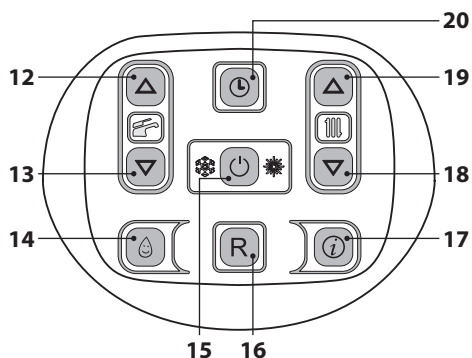

Figura 2.7
- Tenere premuto per 2 secondi il tasto 15 fino a far apparire sul display il simbolo ; Figura 2.7.
La temperatura dell'acqua calda di mandata riscaldamento è regolabile agendo sui tasti 18 (diminuzione) e 19 (aumento) (Figura 2.7) da un minimo di circa 25°C ad un massimo di circa 85°C. Alla prima pressione di uno dei due tasti si ha la visualizzazione del valore di "set", alla seconda
Comunque se la temperatura ambiente non dovesse essere confortevole si può aumentare o diminuire la temperatura di mandata dell'impianto riscaldamento di $\pm 15^\circ\text{C}$ agendo sui tasti 18 (diminuzione) e 19 (aumento) (Figura 2.7).